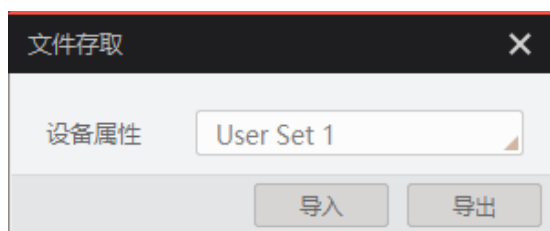

图8-2 导入或导出
2. 在弹出的文件存取对话框中，选择需要存取的设备属性，点击导入或导出即可，如图 8-2 所示。